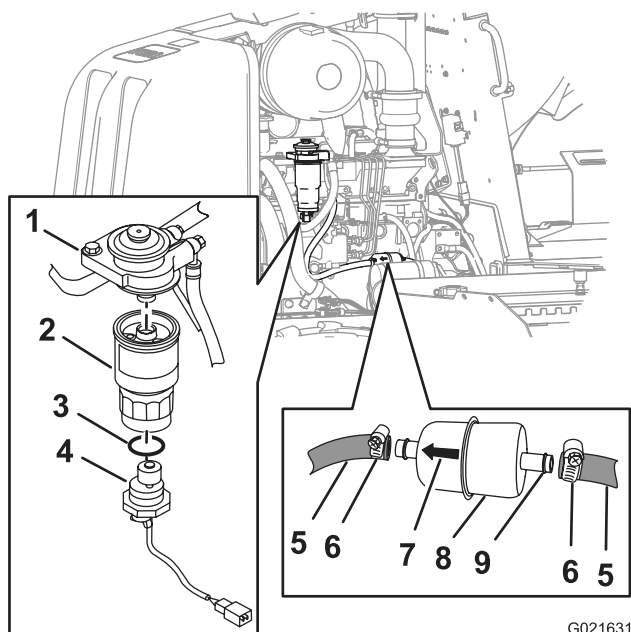

Рисунок 130
4. Ослабьте хомуты шлангов и отсоедините топливный фильтр грубой очистки от топливных шлангов (Рисунок 130).
5. Совместите новый топливный фильтр грубой очистки со шлангами, ориентируясь по стрелке, нанесенной на фильтре и направленной вперед (Рисунок 130).
6. Наденьте шланги на шланговые фитинги топливного фильтра грубой очистки и затяните хомуты шлангов (Рисунок 130).
- C. Надежно возьмитесь за элемент топливного фильтра тонкой очистки, поверните датчик воды против часовой стрелки и снимите датчик воды (Рисунок 130).
- D. Надежно возьмитесь за элемент топливного фильтра тонкой очистки, поверните его против часовой стрелки и снимите фильтр с переходника (Рисунок 130).
- B. Совместите новый элемент топливного фильтра тонкой очистки с переходником фильтра (Рисунок 130).
- D. Выверните новое уплотнительное кольцо поверх датчика воды (Рисунок 130).
- E. Выверните датчик воды в донной части топливного фильтра тонкой очистки (Рисунок 130).
- F. Надежно возьмитесь за элемент топливного фильтра тонкой очистки и поверните датчик воды по часовой стрелке, затянув его усилием руки (Рисунок 130).